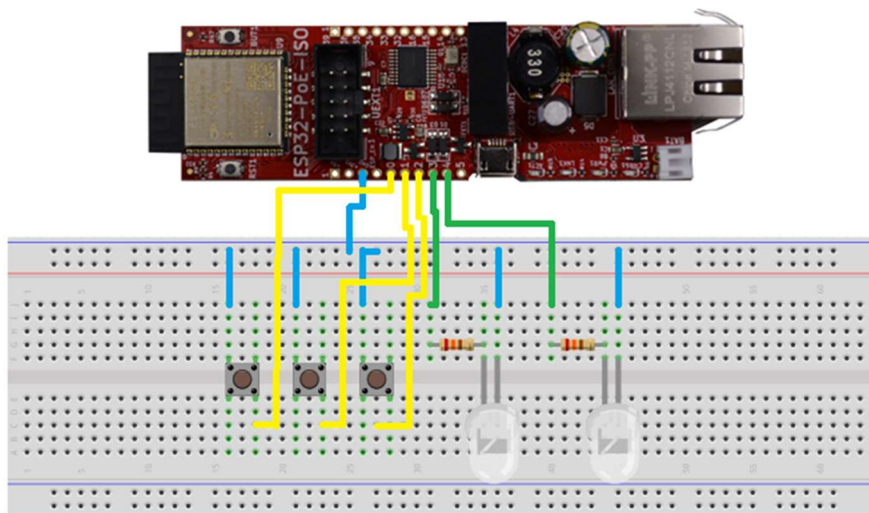

Figura 18 - Esquema de Ligações
6. Faça as seguintes ligações para poder simular o controlo dos estores elétricos, onde os LEDs simulam a abertura e fecho dos mesmos (Figura 18). As duas resistências devem ter um valor compreendido entre 230Ω e 500Ω .